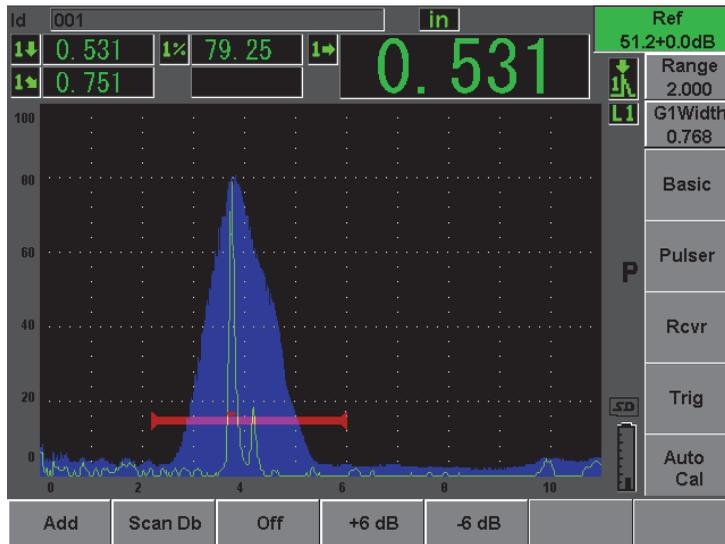

Figura 10-25 Configurando o ganho de referência
5. Use os parâmetros **Add, Scan Db, +6 dB, -6 dB** e **Off** para ajustar o ganho de rastreamento uma vez que o ganho de referência (**Ref**) é ativado (veja Figura 10-25 na página 189). Para mais informações sobre estas funções, por favor, veja seção 6.3 na página 117.